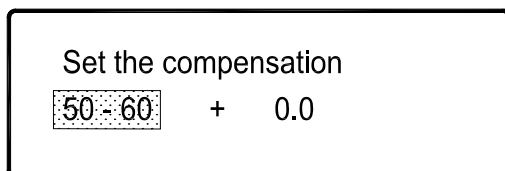

图 2
试样最小厚度与材料硬度及所用标尺存在附图 2、附图 3、附图 4 关系图。
附图 2 用金刚石圆锥压头试验 (HRA、HRC、HRD)
5. 按“ ”、“ ”将光标移到要修正的硬度标尺上，如到“HRC”上，然后按“ENTER”确认，此时出现图 2 画面。
6. 按“ ”、“ ”选择要修正硬度范围段，如在图 2 中按“ ”直到“50-60”变为“60-70”，然后按“ENTER”确认。此时光标移到“+”上。